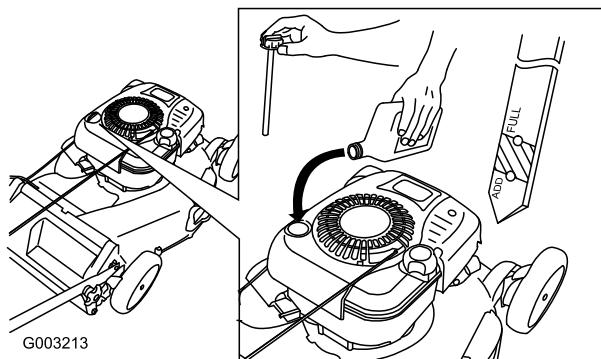

Figura 7
1. Retire la varilla (Figura 7).
2. Vierta lentamente aceite en el tubo de llenado hasta que el nivel llegue a la marca Full de la varilla (Figura 7). **No llene demasiado.** (Capacidad máxima: 0,77 l, tipo: SAE 30W, aceite detergente con clasificación de servicio API SF, SG, SH, SJ, SL o superior.)